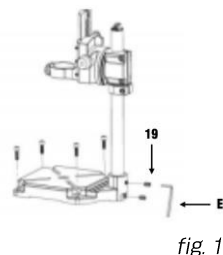

fig. 1
1. Placez la base (C) sur un plancher lisse et de niveau en mesure de soutenir le support et la perceuse électrique (non compris).
2. Placez la colonne (A) aussi profondément que possible sur la base et serrez les 2 boulons hexagonaux (n° 19) sur le côté de la base en utilisant la clé hexagonale M8 (E) (fig. 1).